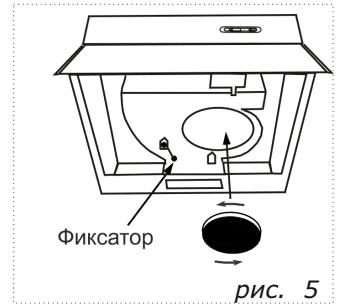

рис. 5
6.2 Режим «фильтрация» (рис. 5):
- фиксатор (рис.5) должен находиться в положении «вытяжка», положение «А».